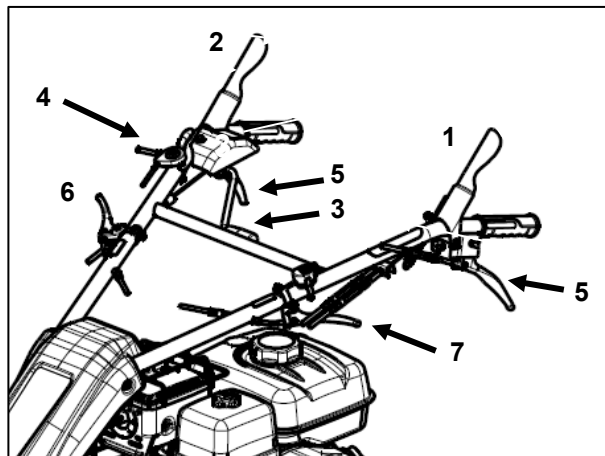

Figure 1
Pour faire avancer la machine, appuyez sur la poignée d'avancement (1, Figure 1). Dès que vous relâchez la poignée, la machine s'arrête et le frein de stationnement s'enclenche automatiquement.
Il est utilisé pour le débroussaillage. Appuyez sur la poignée de dessus (2, Figure 1) et tirez la manette (3, figure 1) pour actionner la rotation des lames. Dès que vous relâchez la poignée, la manette revient à sa position initiale et le rotor s'arrête.
Le levier d'accélérateur (4, Figure 1) sert à modifier la vitesse de rotation du moteur
Les poignées (Figure 1, repère 5) servent au conducteur lorsqu'il veut changer de direction. Appuyez sur la poignée de droite pour tourner à droite, appuyez sur la poignée de gauche pour tourner à gauche. Pour déplacer la machine avec le moteur arrêté, saisissez les deux poignées.
Serrez le levier (7, Figure 1) pour déplacer le guidon vers le haut ou vers le bas. Relâchez le levier et vérifiez que le guidon est bien verrouillé avant d'utiliser la machine.
Et serrez le levier (6, Figure 1) pour déplacer le guidon vers la gauche ou vers la droite. Relâchez le levier et vérifiez que le guidon est bien verrouillé avant d'utiliser la machine.
- Placez le levier d'accélérateur sur "LO" (4, Figure 1).